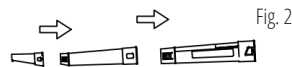

Fig. 2
- Monte el tubo de soplado de tres piezas (5) como se muestra en la ilustración (Fig. 2). Las piezas encajan perceptiblemente en su posición.